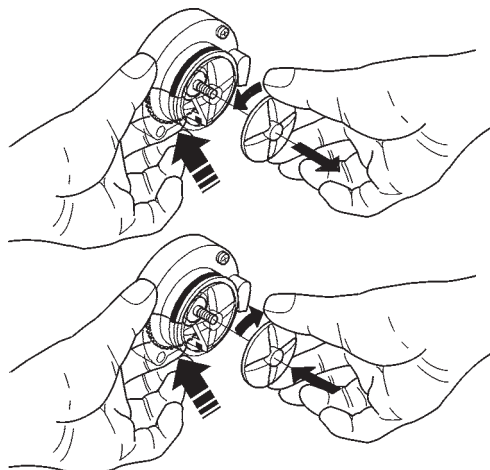

Fig. 25
- pour démonter les hélices, il suffit de bloquer avec un doigt (voir fig. 25) le disque monté sur l'arbre du mélangeur ;